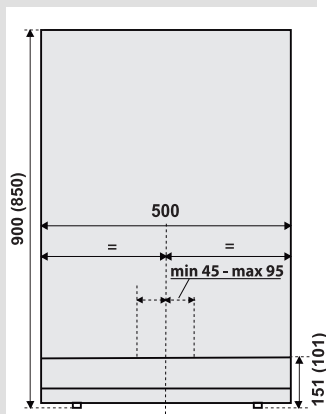

рис. 2
- Тримавши скляні дверцята за нижній край, акуратно підніміть дверцята щоб зняти їх із кріплення. (Рис. 2)
- Із системою **GentleClose** поверніть петлі назад на 90° (рис. 2)
Будь ласка, зверніться до рис. 2, що ілюструє розміри вбудованого приладу зі встановленим кутовим кронштейном і повністю втягнутими регульованими ніжками.
- Олівцем позначте середину приладу на стіні через отвір в нижній частині приладу. Потім зробіть ще одну позначку на відстані від 45 до 95 міліметрів правіше від середини (рис. 2).